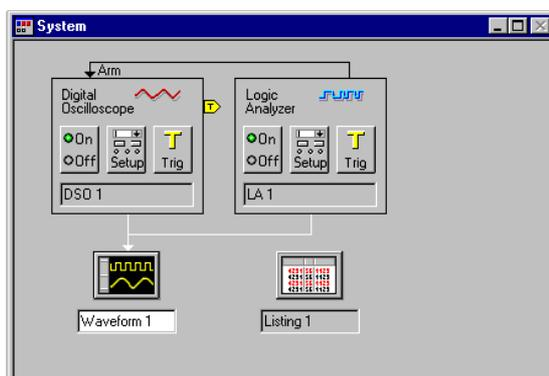

図 2-6 : [System]ウィンドウの一例
- トリガでアーミングを使用する場合には、図 2-6 のようにアーミングの向きとモジュール間の関係が矢印で表示されます。他のモジュールに対して一斉にトリガを発行するシステム・トリガでは矢印は表示されず T マークで識別されます。